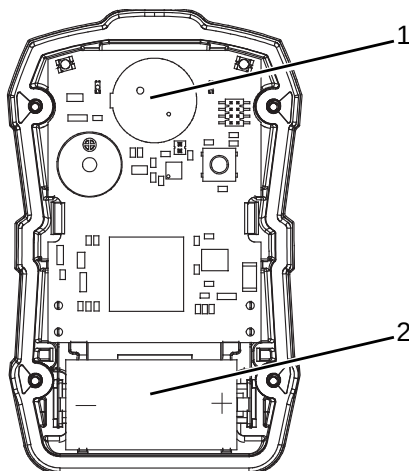

Fig. 14 Sostituzione del sensore e della batteria
- (1) Verificare che il dispositivo sia spento.
- (2) Rimuovere le quattro viti della custodia e rimuovere la custodia anteriore per accedere al sensore (situata nella parte alta del dispositivo, vicino ai LED di allarme → Fig. 14).
- (3) Estrarre con delicatezza e smaltire correttamente il sensore.